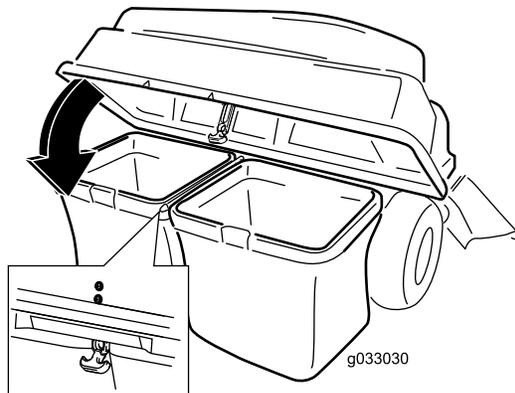

Figure 23
5. Abaissez le couvercle du système de ramassage sur les bacs (Figure 23).
6. Fixez le couvercle avec le dispositif de verrouillage (Figure 23).